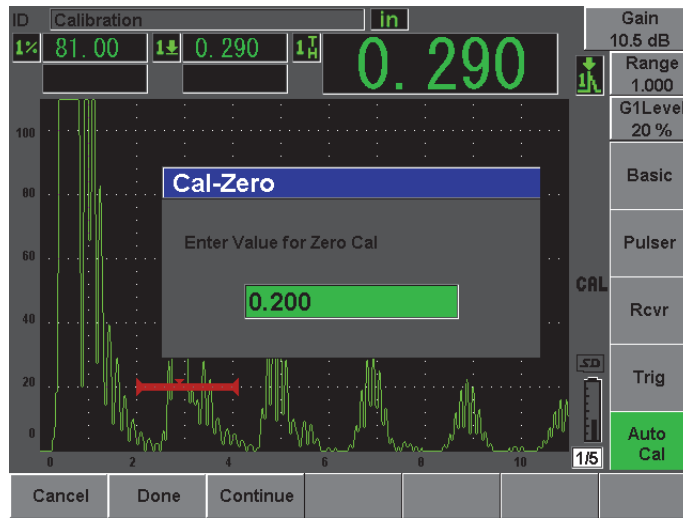

图 10-2 输入零位校准厚度值
- 待读数稳定后，选择 **Auto CAL**（自动校准）> **CAL-Zero**（校准零位）。屏幕被冻结，并出现 **Cal-Zero**（校准零位）窗口（参见第 157 页的图 10-2）。
10. 待读数稳定后，选择 **Auto CAL**（自动校准）> **CAL-Zero**（校准零位）。屏幕被冻结，并出现 **Cal-Zero**（校准零位）窗口（参见第 157 页的图 10-2）。